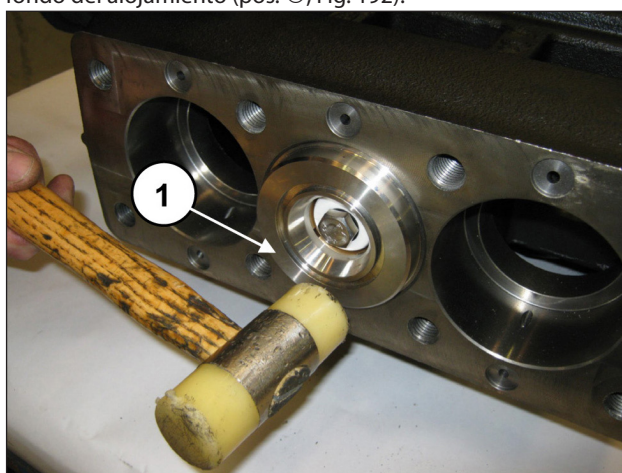

Fig. 192
Comprobar que el bloque camisa-soporte haga tope en el fondo del alojamiento (pos. ①, Fig. 192).